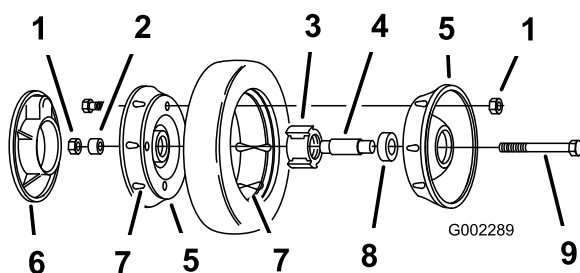

Figura 28
3. Retire el perno, el suplemento de la rueda y la contratuerca que monta la rueda al brazo de pivote (Figura 28).
4. Separe las mitades de la rueda del neumático retirando los 4 pernos y las 4 contratuercas (Figura 28).
Nota: Si retira los cojinetes del conjunto de cojinete/buje, retírelos apretando sobre el suplemento del cojinete (Figura 28).
1. Coloque el neumático en una mitad de rueda, alineando las orejetas en cada pieza (Figura 28).
Nota: Asegúrese de que las patas del buje están posicionadas sobre la brida del hueco (Figura 28).
3. Coloque la otra mitad de la rueda sobre el conjunto cojinete/buje, alineando las orejetas de la rueda y del neumático y los taladros de montaje (Figura 28).
las dos mitades de la rueda sin apretar. Coloque los pernos en taladros opuestos (Figura 28).
5. Compruebe la alineación de todas las piezas y apriete los pernos, alternando de uno a otro para que el encaje sea uniforme, hasta que las mitades de la rueda estén juntas (Figura 28).
6. Instale los 2 pernos y 2 contratuercas que retiró anteriormente en los taladros restantes de las mitades de la rueda, y apriételos. Retire los dos pernos largos y sustitúyalos por 2 pernos y 2 contratuercas (Figura 28).
7. Instale la rueda en el brazo de pivote con los pernos, un suplemento y una contratuerca. Asegúrese de que el suplemento está colocado entre el buje de la rueda y el brazo de pivote (Figura 28).